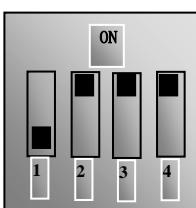

图 5-5
(6) 对于 E2200 系列 37kW 及以上功率变频器控制端子排附近有一个四位红色拨码开关 SW1，如图 5-5 所示。拨码开关选择模拟量输入端子 AI1、AI2 输入范围 (0~5V/0~10V/0~20mA)；通过 F203 选择输入通道，通过 F438、F439 设置输入信号类型为电压信号还是电流信号。出厂时拨码开关的位置如图 5-5，即 AI1 为 0~10V 输入，AI2 为 0~20mA 输入；其它拨码开关的位置与调速方式详见下表 5-3。